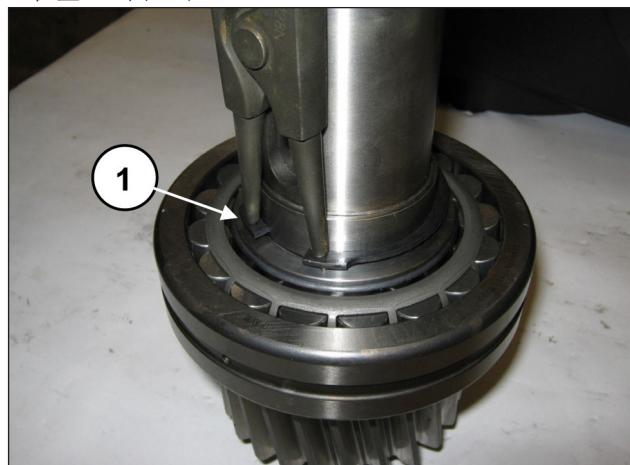
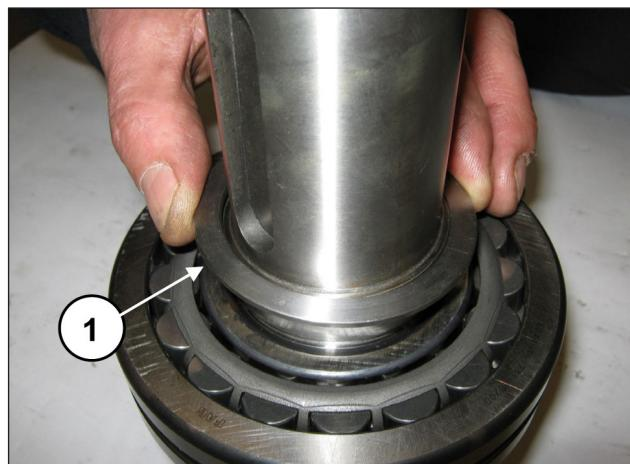

图 9
图 10
从小齿轮拆除开口环 055（位置①，图 9）和轴承支撑环（位置①，图 10）。